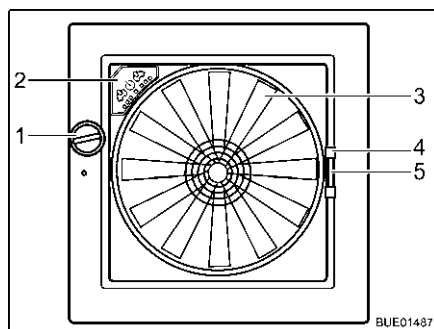

Bild 95 Taklucka Omni-Vent
- Vrid på vredet (Bild 95,1) tills önskad öppningsvinkel har nåtts.
- Vrid på vredet (Bild 95,1) tills takluckan är helt stängd.
- Dra insektsskyddet i handtaget (Bild 95,4) till motstående ramsida.
- Tryck ihop mörklägningsgardinens handtag (Bild 95,5).
Fläkt När takluckan är öppen kan kupén vädras med fläkten (Bild 95,3) i sex nivåer. Fläkten regleras via reglagen (Bild 95,2).